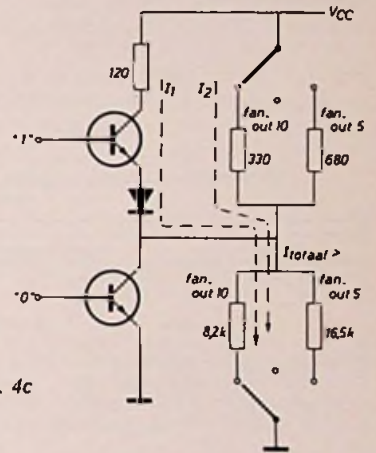

Fig. 4c
3) *Beide belastingen aanwezig, waarbij de IC-uitgang hoog is*; zie fig. 4c.